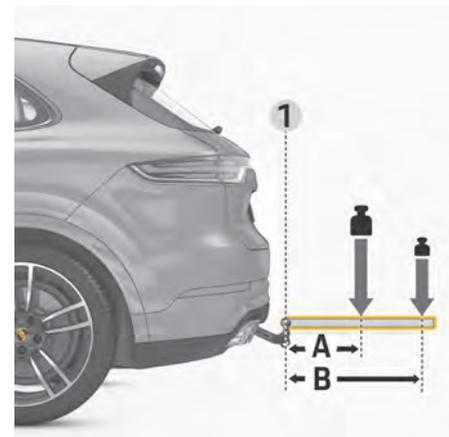

図. 175 アタッチメントおよびアクセサリーの荷重配分模式図
- 荷物を含むキャリアシステムの許容最大総重量は 75 kg です。ただし、荷物の重心とトレーラーヒッチ 1 (図. 175) との距離が長くなると、許容最大総重量は減少します。
- アクセサリー / アタッチメントはトレーラーヒッチ 1 (図. 175) から 700 mm を超えてはみ出してはなりません。